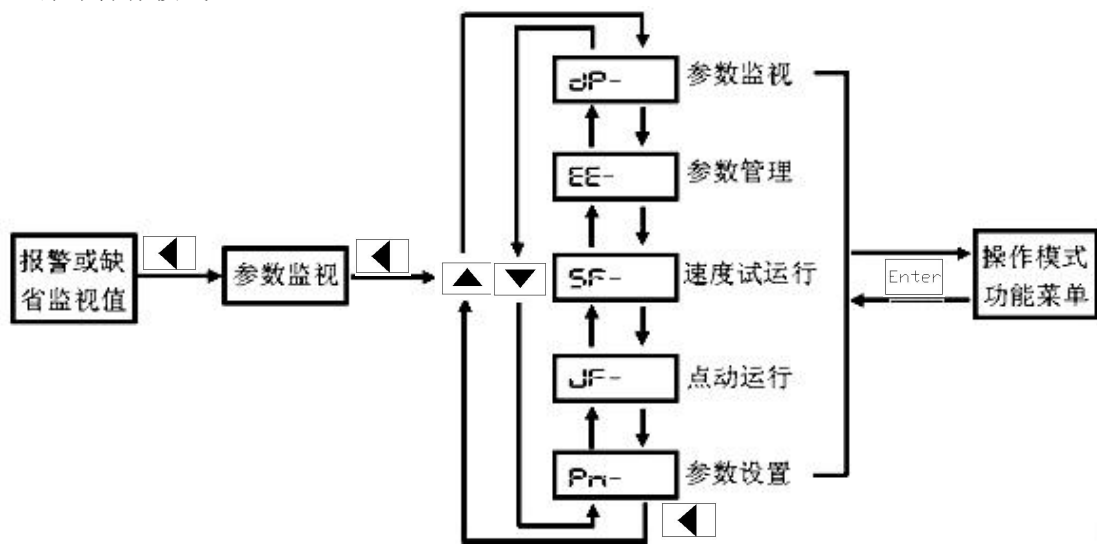

图 7-1 方式选择操作框图
- 3) 系统操作按多层操作菜单执行，第一层为主菜单，包括五种操作模式（如图 7-1 所示）；第二层为各操作模式下的功能菜单。